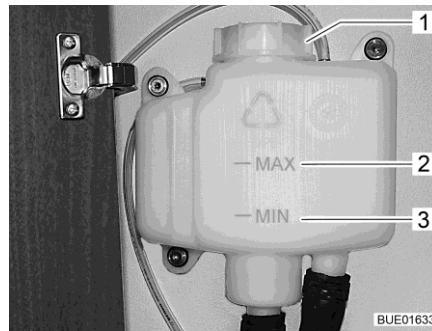

Fig. 280 Recipiente de compensación sin panel
- Comprobar si en el recipiente de compensación (Fig. 280) el líquido está entre las marcas "MIN" (Fig. 280,3) y "MAX" (Fig. 280,2).
- Abrir la tapa giratoria (Fig. 280,1) del recipiente de compensación.